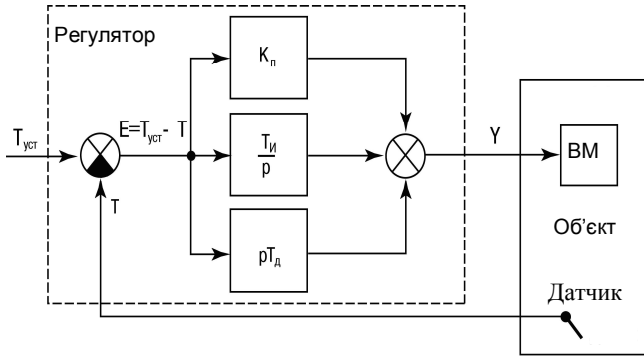

Рис. 4.1 – Загальна схема ПІД-регулятора
Крім того, ці бібліотеки не працюють в ПЛК інших виробників. Нагадаємо, що основне завдання ФБ з цих бібліотек – це підтримання поточного параметра (PV) на заданому рівні (SP) шляхом впливу на виконавчі механізми. Загальна схема ПІД-регулятора зображена на рис. 4.1.